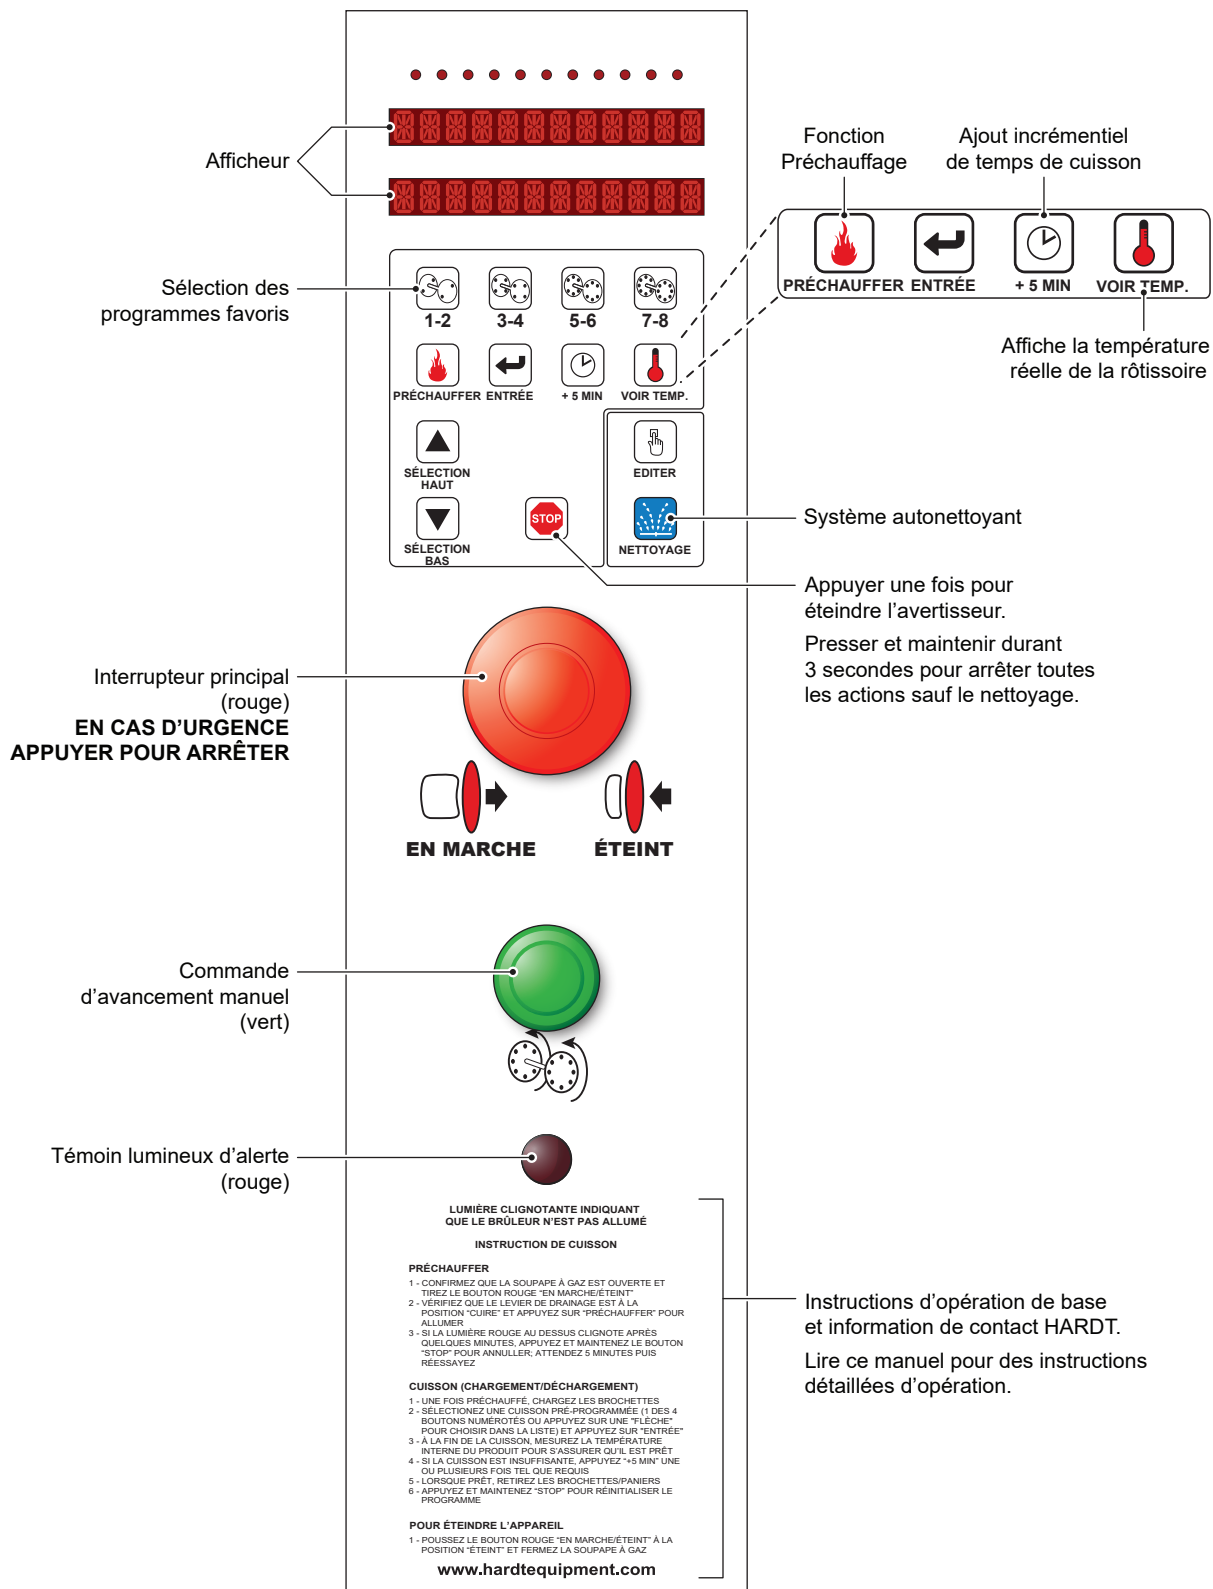

Figure 4
1. Avec l'alimentation branchée sur la rôtissoire, mettez en marche la rôtissoire Inferno 4500 en tirant sur l'interrupteur principal (rouge) illustré à la Figure 4.
Ouvrez la porte pour éteindre le brûleur et pour arrêter la rotation de l'entraînement. Utilisez le commutateur d'avancement manuel (vert), tel qu'indiqué à la Figure 4) pour positionner les emboîtements tel que requis.
- En cas de verrouillage de sécurité (le brûleur à gaz ne s'allume pas), le témoin lumineux d'alerte rouge (illustrée à la Figure 4) clignotera en continu.